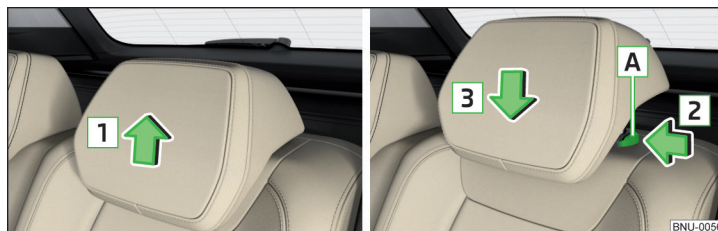

Fig. 90 Ajustar la altura del reposacabezas atrás
- Tomar el reposacabezas y desplazarlo **hacia arriba** en sentido de la flecha **1** » fig. 90.